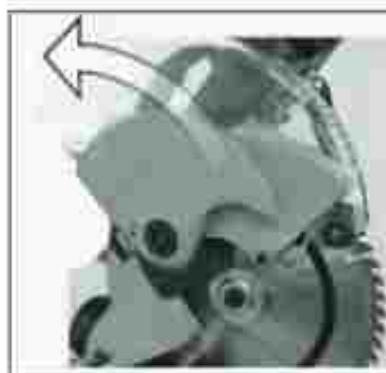

Рис. 4
Для зняцця пильнага дыска (14) перавядзіце ахоўны кажух (37) у верхняе становішча, выкруціце вiнт (38) і прыслабце вiнт (36) (рис. 4).